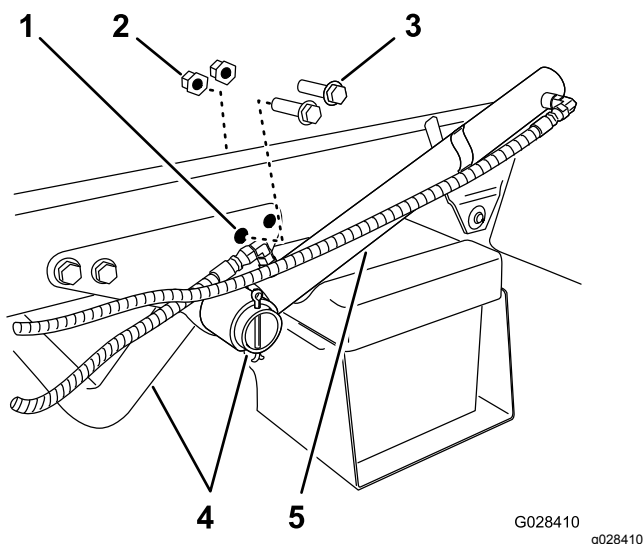

Figura 6
1. Retire os dois parafusos de cabeça flangeada e as duas porcas flangeadas que prendem o suporte de apoio do tubo do motor à estrutura da máquina (Figura 6).
2. Rode o cilindro esquerdo para obter folga para instalar o suporte de fixação para o patim do depósito (Figura 6).